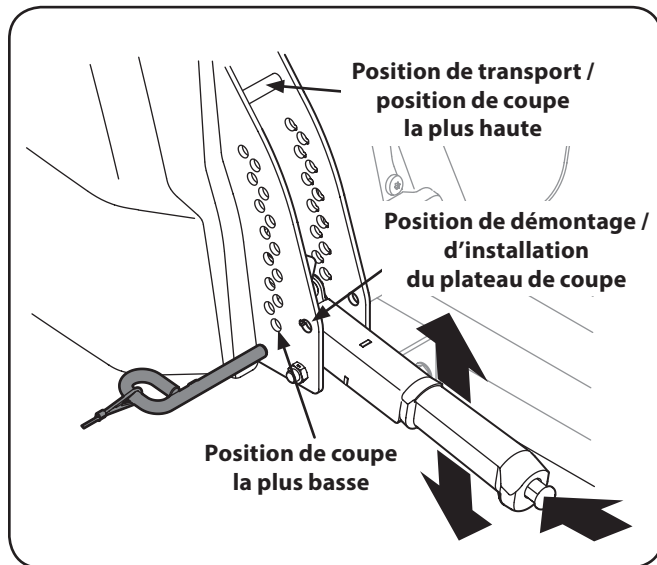

Figure 7-3
- a. Utilisez le levier de relevage du plateau de coupe pour relever le plateau de coupe à la position qui placera la courroie à la position la plus horizontale entre les poulies de tension et la poulie de la prise de force sous le moteur. Voir Figure 7-3.
- d. À l'aide du levier de relevage, abaissez le plateau de coupe à la position de démontage / d'installation du plateau de coupe (🔽). Voir Figure 7-3.
- e. À l'aide du levier de relevage, abaissez le plateau de coupe à la position de démontage / d'installation du plateau de coupe (🔽). Voir Figure 7-3.